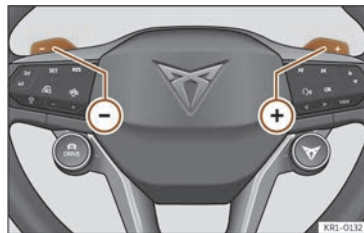

Fig. 107 Volante multifunzione: leve per il recupero dell'energia.
- Premendo le leve del volante + o - si attiva temporaneamente la selezione manuale del livello di recupero di energia >>> **fig. 107**. Il recupero automatico si attiva nuovamente premendo il pedale dell'acceleratore.
- Selezionare il livello di recupero dell'energia con le leve al volante + o ->>> fig. 107.